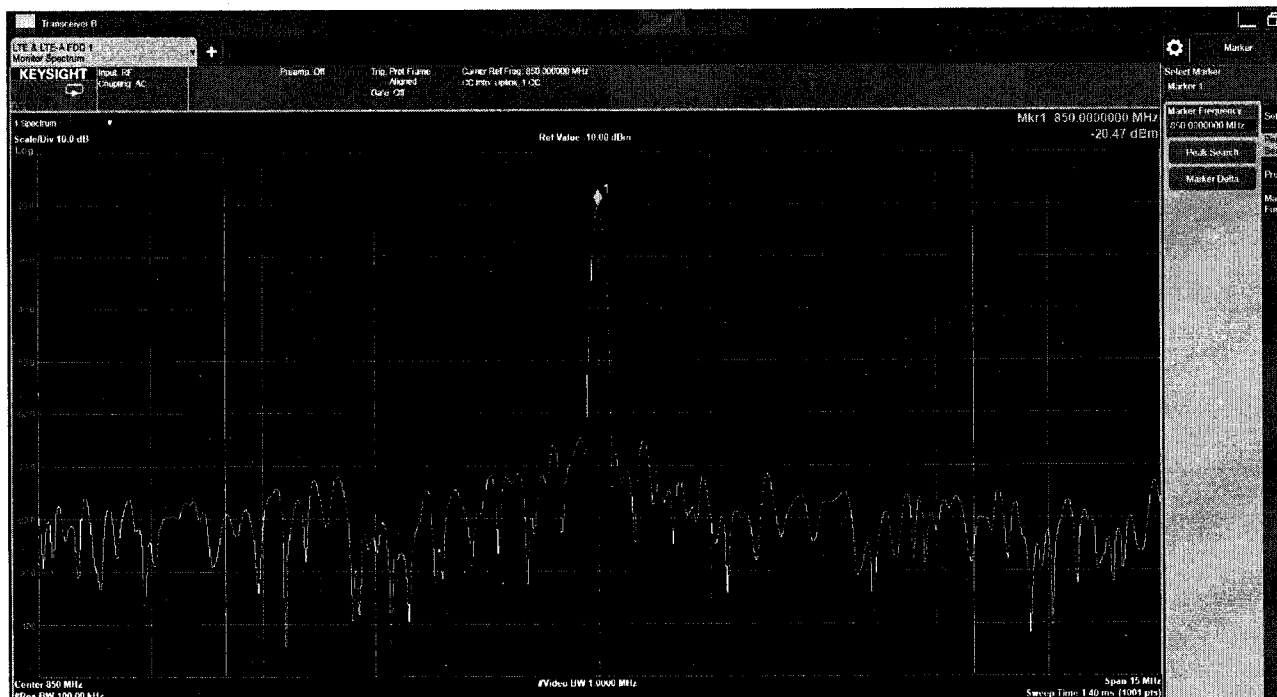

Рисунок 10.
7.4.9 Установить ручную частоту сигнала и запустить поиск пика по маркеру в открывшемся измерительном окне приложений X-серии (рисунок 10).